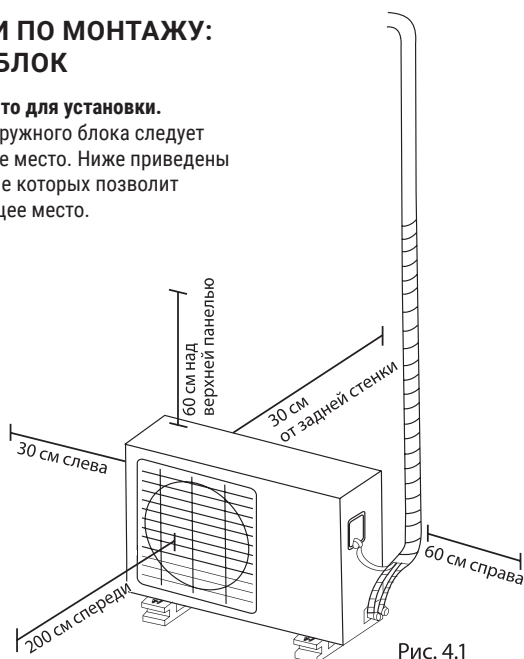

Рис. 4.1
- ✓ Соответствовать всем требованиям по зазорам, показанным на рис. 4.1.